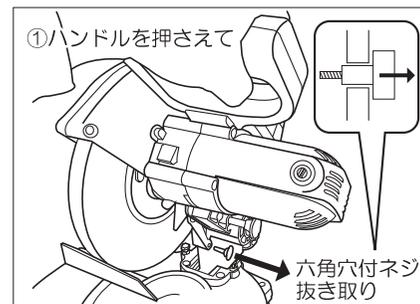
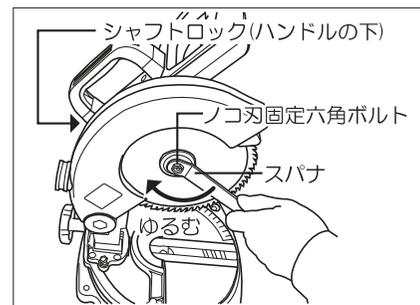

図5
図6
- Ⓜ六角穴付ネジを抜き取るとハンドルが上方向に全開しますので、ハンドルを押さえて飛び上がらないように注意して六角穴付ネジを抜き取ってください。(図5参照)
- ③安全カバーをブレードケース側に回し上げてください。
- ④シャフトロックを押さえながらノコ刃固定六角ボルトに付属のスパナを掛け、ゆっくり回すとシャフトがロックされます。
- ⑤ボルトは逆ネジ(左ネジ)です。時計回りに回して抜き取り、外フランジ、ノコ刃の順に外してください。(図6参照)